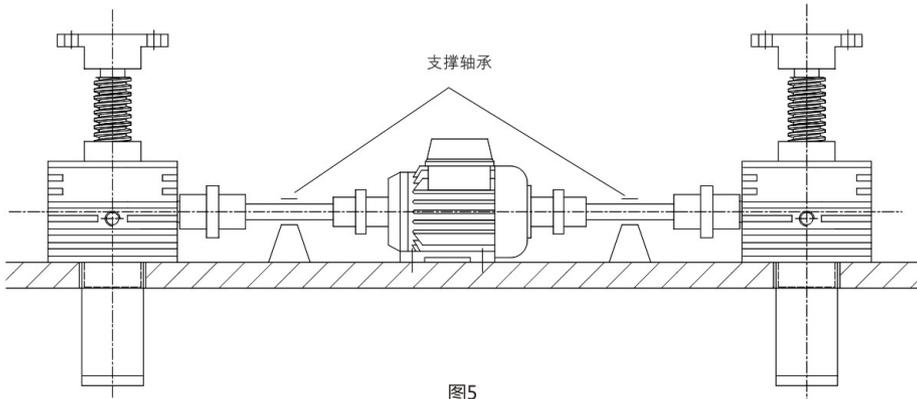

图5
1.3.2 若干个升降机串连成一个升降台时，传动轴应保证直线连接，从而避免传动时产生震动、或者弯曲（图5）。